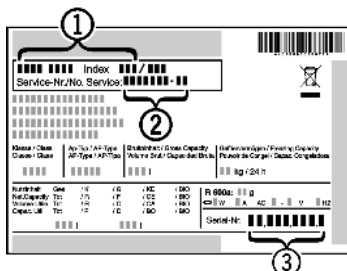

Fig. 11
- ▶ Наименование устройства Fig. 11 (1), сервисный № Fig. 11 (2) и серийный № Fig. 11 (3) считайте с заводской таблички. Заводская табличка находится внутри устройства слева.
- ▶ Обратитесь в сервисную службу и сообщите вид неисправности, наименование устройства Fig. 11 (1), сервисный № Fig. 11 (2) и серийный № Fig. 11 (3).